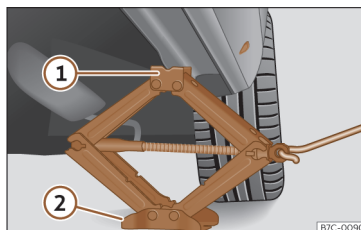

Abb. 196 Längsholm: Wagenheber ansetzen.
- Drehen Sie die Kurbel des unter dem Aufnahmepunkt des Längsträgers befindlichen Wagenhebers, bis sich die Nase ① >>> (**Abb. 196**) unter der vorgesehenen Einführung befindet.
- Richten Sie den Wagenheber so aus, dass sein Aufnahmehorn ① in die dafür vorgesehene Aufnahme am Längsträger „greift“ und die bewegliche Grundplatte ② plan auf dem Boden aufliegt. Die Bodenplatte ② muss sich dabei senkrecht unter dem Aufnahmepunkt ① befinden.